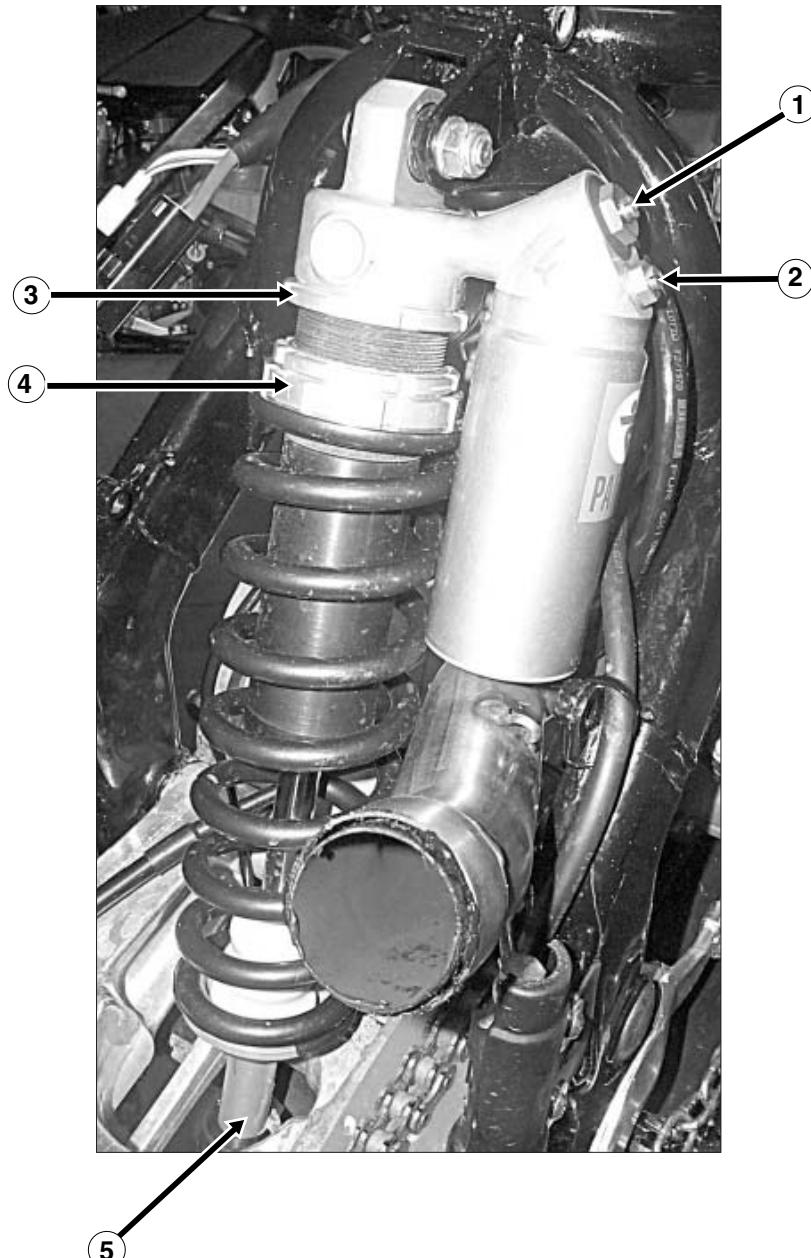

Fig. 75
Misurare la distanza "E" (Fig.73) che deve essere ora 90-100 mm inferiore a "D" (Fig.72). Se la distanza non coincide regolare la precarica della molla agendo sui registri (Fig.75).
2. Remove the stand and sit in the seat, with both feet resting on the footrests. Measure distance "E" (Fig. 73), which should now be 90-100 mm less than "D" (Fig. 72). If distance does not match, adjust the spring pre-charge by means of adjusting elements (Fig.75)
2. Die Maschine abbocken und mit beiden Rädern auf den Boden stellen. Den Fahrer auf der Sitzbank mit beiden Füßen auf den Fußrasten sitzen lassen. Den Abstand "E" (Abb.73) messen, der um 90-100 mm. kleiner als der Abstand "D" (Abb.72) ist. Wenn die Distanz nicht übereinstimmt, die Federvorspannung mit den Einstellschrauben regulieren (Abb.75).
2. Posez la moto au sol et le motocycliste dessus, les pieds sur les repose-pieds. Mesurez la distance "E" (Fig.73), qui doit être de 90 à 100 mm. plus courte que "D" (Fig.72). Si la distance ne coïncide pas, régler la pré-contrainte du ressort, en agissant sur les réglages (Fig.75).
Il grado di ammortizzamento in compressione, può essere gestito agendo sulle viti 1-2 (fig.75)
Il grado di ammortizzamento in estensione, può essere gestito agendo sulla vite 5 (fig.75)
The compression damping degree can be adjusted through screw 1-2 (fig. 75)
The extension damping degree can be adjusted through screw 5 (fig. 75)
Der Dämpfungsgrad der Druckstufe kann mit den Schrauben 1-2 (Abb. 75) eingestellt werden.
Der Dämpfungsgrad der Zugstufe kann mit der Schraube 5 (Abb. 75) eingestellt werden.
Le degré d'amortissement en compression peut être géré en agissant sur la vis 1-2 (fig.75)
Le degré d'amortissement en extension peut être géré en agissant sur la vis 5 (fig.75)